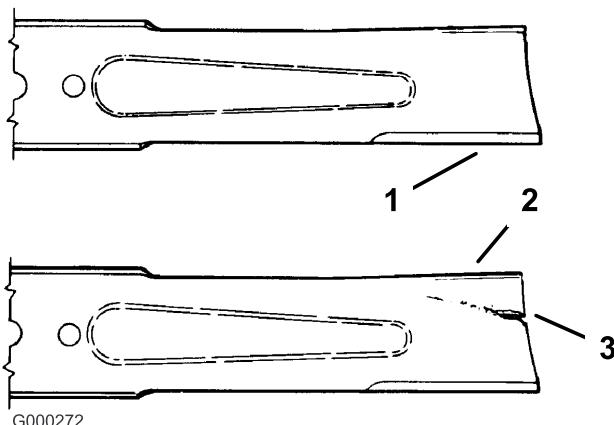

Figure 80
- Examinez le tranchant des lames (Figure 80). Si les lames ne sont pas tranchantes ou si elles présentent des indentations, déposez-les et aiguisez-les (voir Aiguisage des lames).
- Inspectez les lames, surtout la partie incurvée (Figure 80). Remplacez immédiatement toute lame endommagée, usée ou qui présente une entaille (Figure 80).